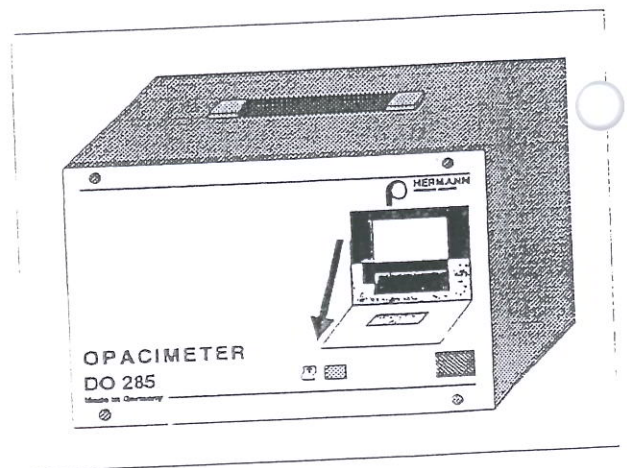

Fig. 21 Printerklepje geopend
- Open het printerklepje (Fig. 21);